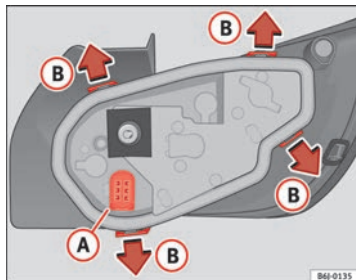

Fig. 163 Cambio lámparas luces posteriores
- Retire el portalámparas, separándolo de la carcasa. Presione para ello las pestañas (B) en el sentido de las flechas ⇒ fig. 163.